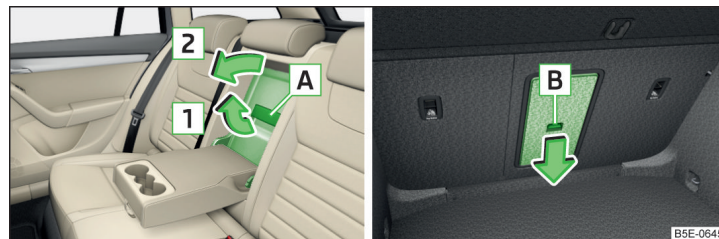

Abb. 90 Deckel öffnen: vom Fahrgastraum aus / vom Gepäckraum aus
- Den Griff **A** in Pfeilrichtung **1** ziehen und den Deckel in Pfeilrichtung **2** herunterklappen » Abb. 90.
- Die Armlehne hinten und den Deckel in der Sitzlehne herunterklappen » Abb. 90 auf Seite 89.